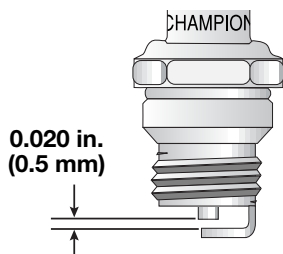

Fig. 43
3. Remplacez toute bougie fendillée, encrassée ou sale. Réglez l'écartement à **0,5 mm (0,020 po)** à l'aide d'une jauge d'épaisseur (Fig. 43).